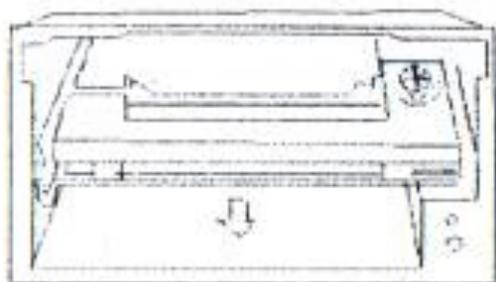

Рисунок 3
- C. Отключите питание прибора, вытащите принтер (см. Рисунок 3), вытащите опорный валик из принтера, оденьте на валик новый рулон бумаги, затем вставьте его в слот принтера. Убедитесь в том, что валик прочно встал на место установки и не будет выпрыгивать.